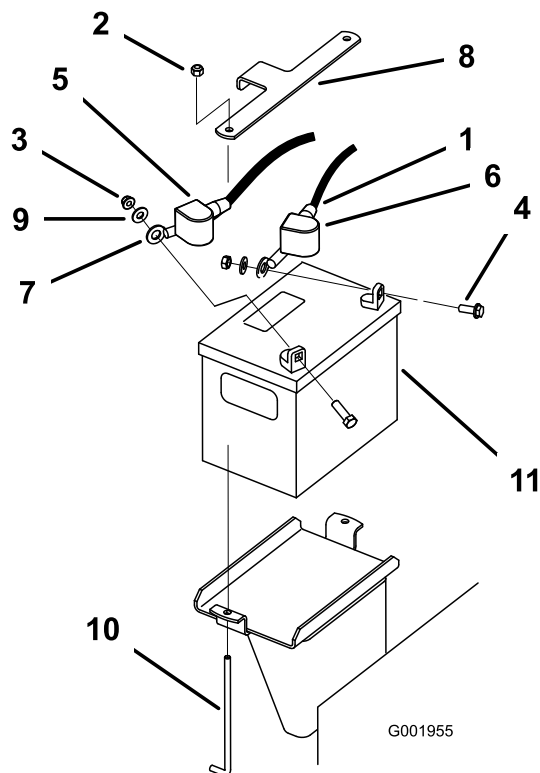

Figure 34
3. Enlevez le capuchon en caoutchouc noir qui protège le câble négatif. Débranchez le câble négatif de la batterie de la borne négative (-) de la batterie (Figure 34).
4. Ôtez le capuchon rouge de la borne positive (rouge) de la batterie. Débranchez ensuite le câble positif (rouge) de la batterie (Figure 34).
5. Déposez la plaque de maintien de la batterie (Figure 34) et enlevez la batterie.
1. Placez la batterie sur la machine (Figure 34).
- Commencez par relier le câble positif (rouge) à la borne positive (+) de la batterie avec un écrou, une rondelle et un boulon (Figure 34). Glissez le capuchon de caoutchouc sur la borne de la batterie.
- Reliez ensuite le câble négatif et le câble de masse à la borne négative (-) de la batterie avec un écrou, une rondelle et un boulon (Figure 34). Glissez le capuchon de caoutchouc sur la borne de la batterie.